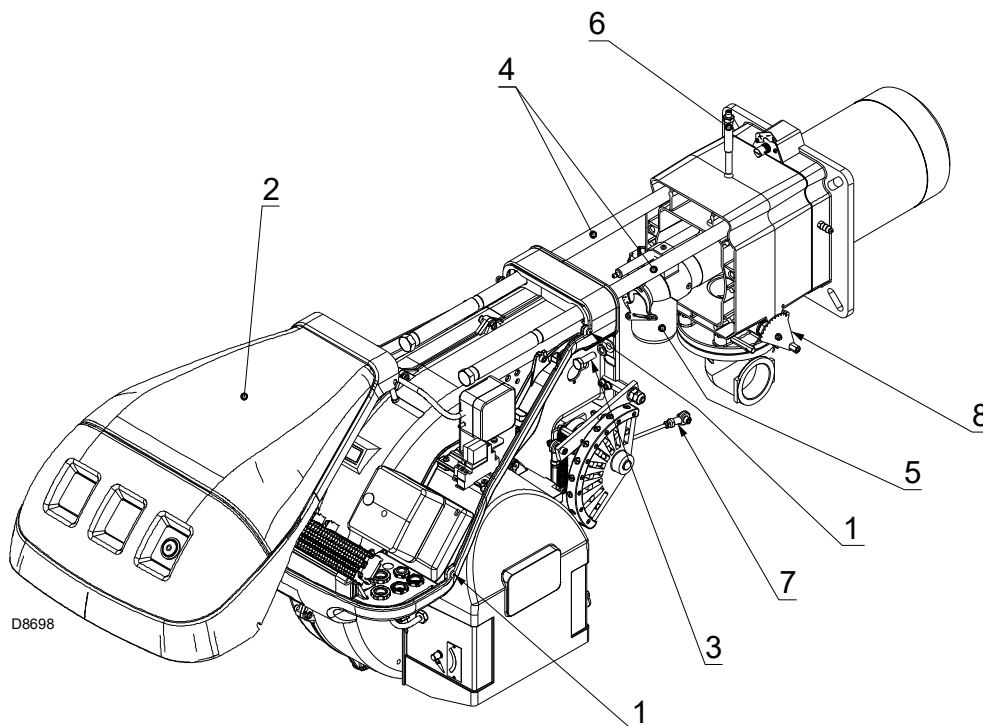

Fig. 35
Asegurarse de que los orificios de salida del gas para la fase de encendido, presentes en el distribuidor del cabezal de combustión, se encuentren libres de impurezas o depósitos de óxido. En caso de duda, desmontar el codo 5)(Fig. 35, pág. 32).
- Aflojar los tornillos 1) y quitar la tapa 2)(Fig. 35).
- Volver a colocar los tornillos 3)(Fig. 35) y tirar suavemente hacia afuera de los cables de sonda y electrodo, hasta tensarlos ligeramente.